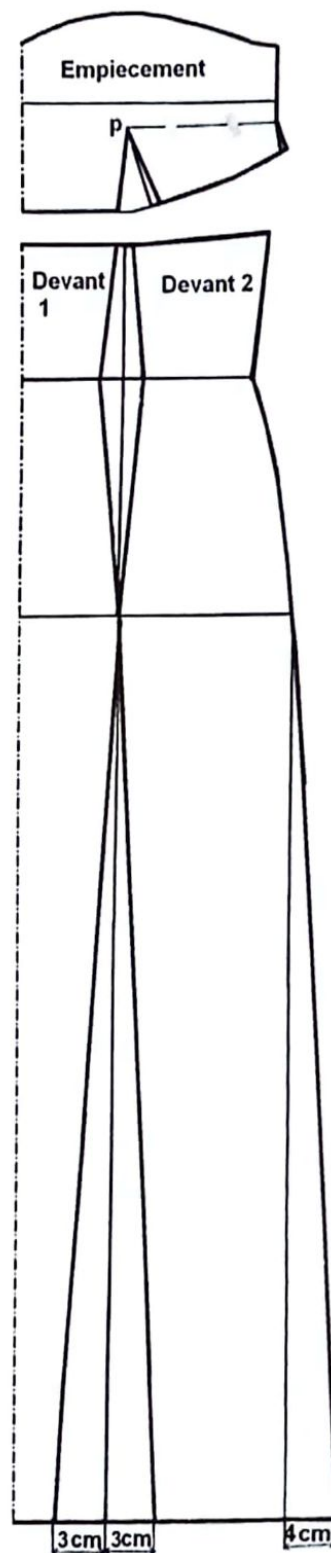

FIG 2
- Evasez le bas de la robe de 3 cm de part et d'autre de la ligne milieu pince devant et de 4 cm sur la ligne de côté ou plus selon l'évasement souhaité (fig.2).